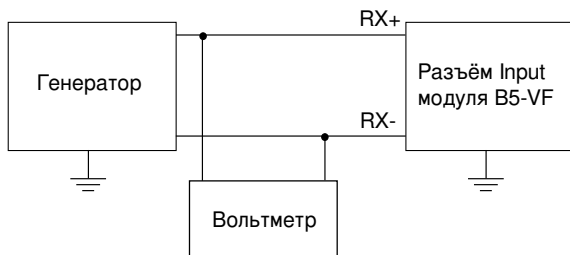

Рис. 10.4. Схема подключения
1) Определение основной абсолютной погрешности измерения уровня сигнала ИУ в диапазоне 0...20 дБ проводят методом сравнения показаний поверяемого прибора с эталонным вольтметром. Схема подключения прибора приведена на рис. 10.4.
Определение неравномерности частотной характеристики ИУ проводят методом непосредственного измерения напряжения эталонным вольтметром на входе поверяемого прибора на частотах, приведённых в табл. 10.5. Схема подключения прибора приведена на рис. 10.4.
Определение абсолютной погрешности измерений уровня сигнала ИУ в режиме с ПФ 0,3...3,4 кГц проводят методом сравнения показаний прибора с эталонным вольтметром. Схема подключения прибора приведена на рис. 10.4.